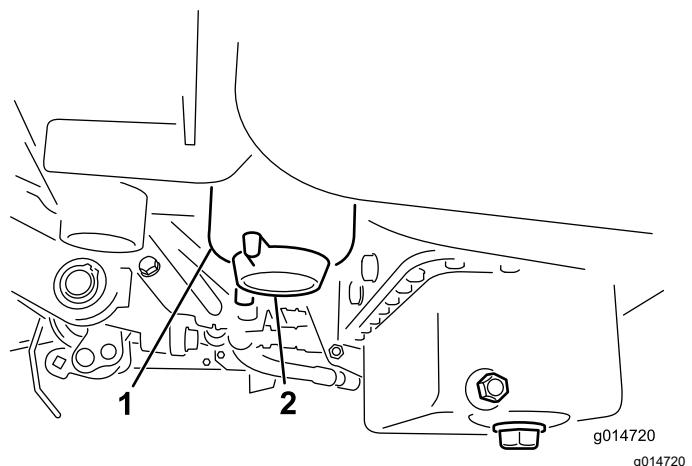

Figura 35
2. Limpie la zona de montaje del cartucho del filtro (Figura 35).
4. Abra el tapón de vaciado del filtro (Figura 35).